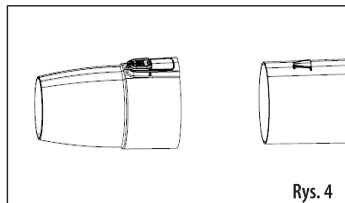

Rys. 3
3. Wciśnij rurkę na obudowę dmuchawy, aż zatrask wskoczy na swoje miejsce (rys. 3).